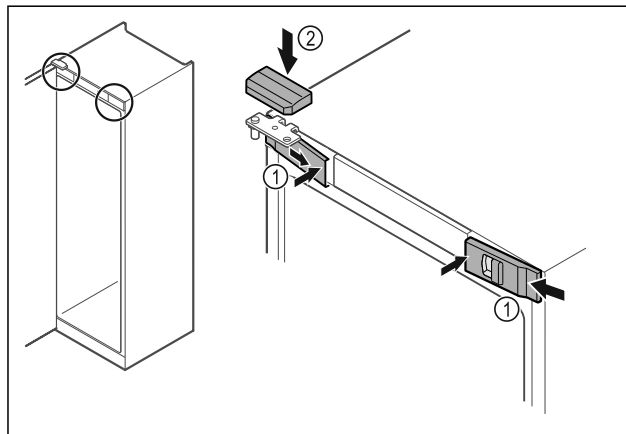

Fig. 44
- ▶ Futni nga anash kapakët mbulues të përparmë Fig. 44 (1) dhe mbërthejini nga brenda.
- ▶ Mbërtheni nga lart kapakun mbulues të sipërm Fig. 44 (2).